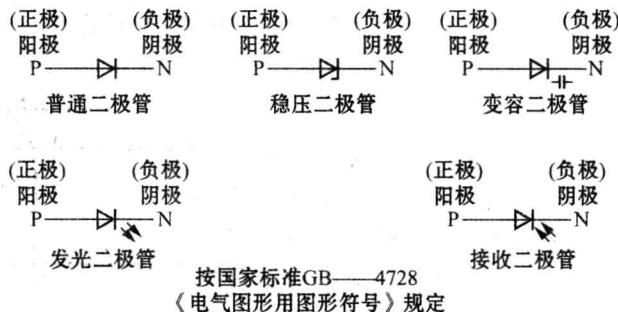

图 1-4 二极管电路符号
(2) 二极管在电路图中的图形符号。二极管的种类与用途较多,为了在绘制电路图时便于描述,人为地规定了二极管图形符号。对不同种类二极管,规定了不同的图形符号,如图 1-4 所示。